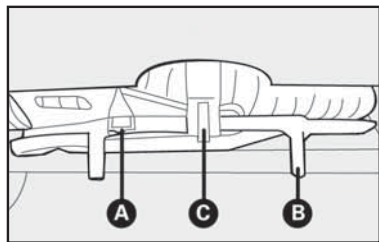

fig. 5
3) Puxar para baixo a trava **A-fig. 5** e soltar o cabo de aço.
4) Levantar o suporte no ponto **B-fig. 5** e puxar o gancho **C-fig. 5** para baixar o conjunto da roda sobressalente.